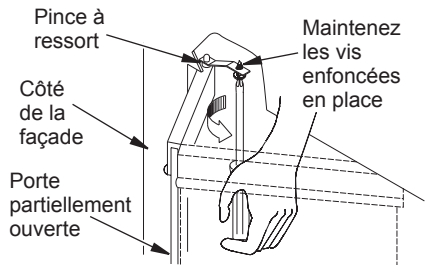

Figure 34 - Réglage des portes vitrées
7. Pour régler les portes, faites-les glisser de manière à les ouvrir partiellement. À l'aide d'un tournevis, desserrez les vis de fixation de la pince à ressort (voir figure 34) et du porte-pivot.